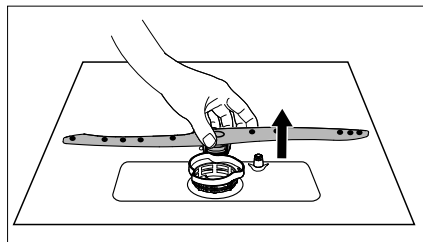

Abb. 22
- ▶ Entfernen Sie den Sprüharm (1) im Innern des Gerätes, um ihn zu reinigen. Heben Sie diesen dazu leicht an und entnehmen Sie ihn (siehe **Abb. 22**).